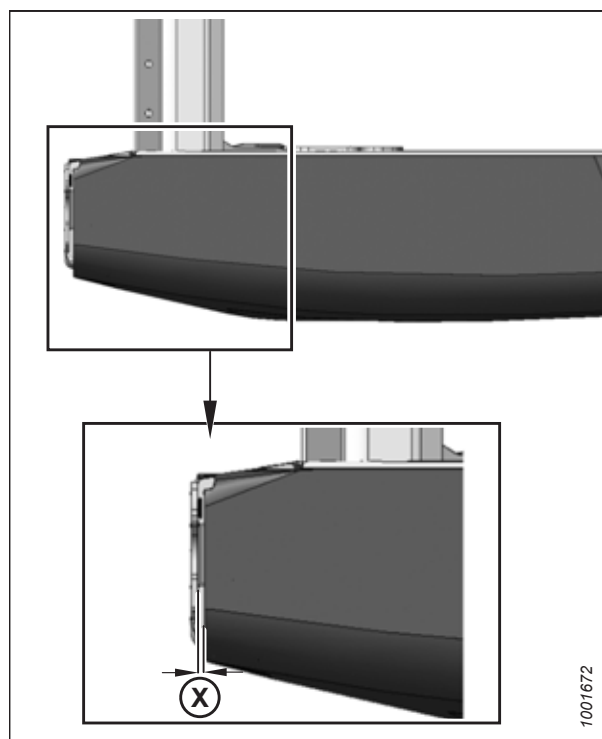

Figure 3.16: Capot du diviseur gauche
3. Desserrez l'écrou (A) de l'axe (B) depuis l'intérieur de la tôle d'extrémité à l'aide d'une douille de 19 mm (3/4 po).
4. Fermez le capot du diviseur et réglez sa position pour obtenir l'écart (X) (illustré sur la figure 3.16, page 41) entre l'extrémité avant du capot du diviseur et le cadre de la plateforme.
5. Ouvrez le capot du diviseur et serrez l'écrou (A).
6. Desserrez les boulons du loquet (C) et ajustez le loquet si nécessaire pour repositionner le capot du diviseur.
7. Assurez-vous que la partie supérieure du capot du diviseur et le cadre de la plateforme sont bien ajustés et que le capot du diviseur est complètement engagé sur la goupille (B).
8. Serrez les boulons du loquet (C).